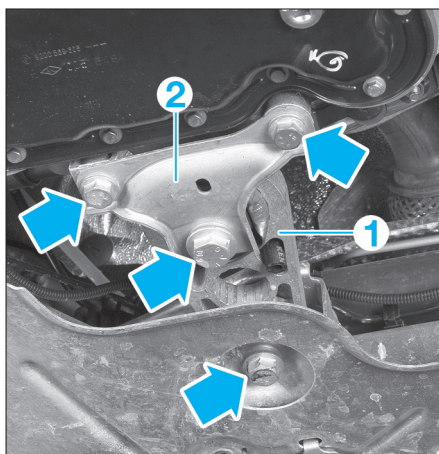

FIG. 15
- Déposer la bielle de reprise de couple inférieure (1) avec la plaque (2) (fig. 15).